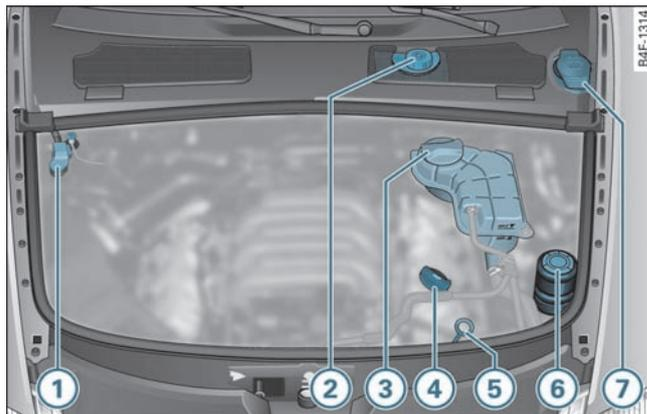

图 230 储液罐、发动机机油油尺和发动机机油加注口的典型布置
发动机油加注口和发动机机油尺=>图 230 (位置 ④ 和 ⑤) 根据发动机型号可能安装在不同位置。■